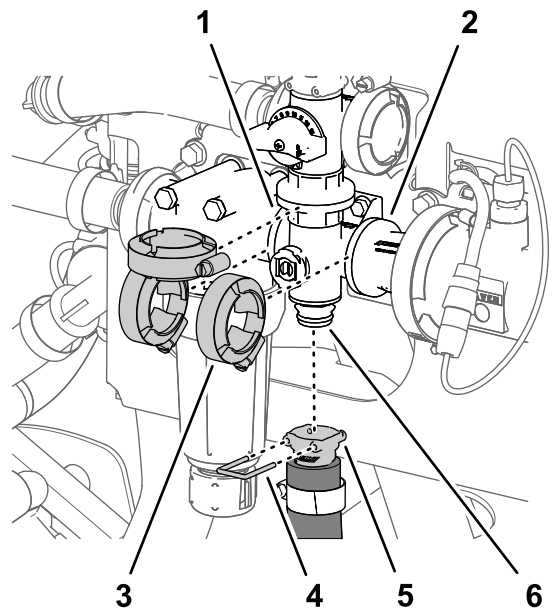
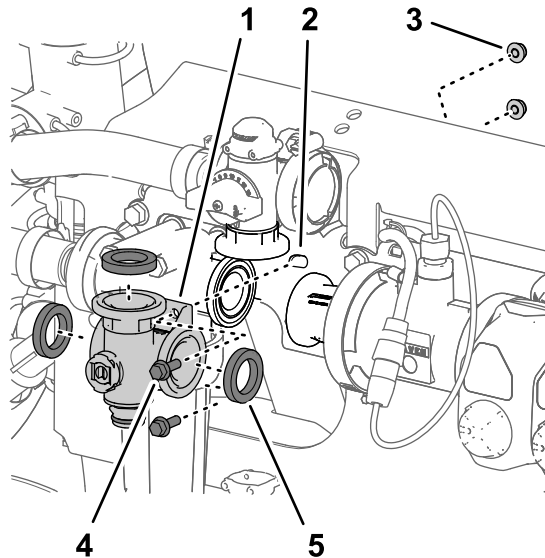

図 131
図 130
1. 攪拌バルブマニホールドのフランジ、ガスケット 3枚、攪拌バイパスバルブのフランジ、圧力フィルタのヘッド、カップリングアダプタを整列させる 図 130と図 131。
2. 攪拌バルブマニホールドを、攪拌バイパスバルブ、圧力フィルタのヘッド、カップリングアダプタに仮止めする 図 131 攪拌マニホールドバルブの取り外し \(ページ 77\) で外したフランジクランプ3個を使用する。
5. フランジクランプ3個を手締めする 図 131。
6. 攪拌ホースのクイックコネクタカップラを、攪拌バルブマニホールドのクイックコネクタフィッティングに組み付けて、クイックコネクタピンで固定する 図 131。